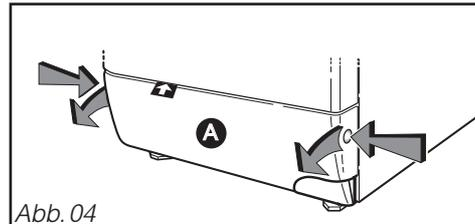

Abb. 04
- Öffnen und gleichzeitig auf die Klemmnasen beidseitig der **Blende A** drücken und diese nach hinten ziehen (Abb. 04).
– Fußblende entfernen (s Abb. 04, vorstehende Seiten).